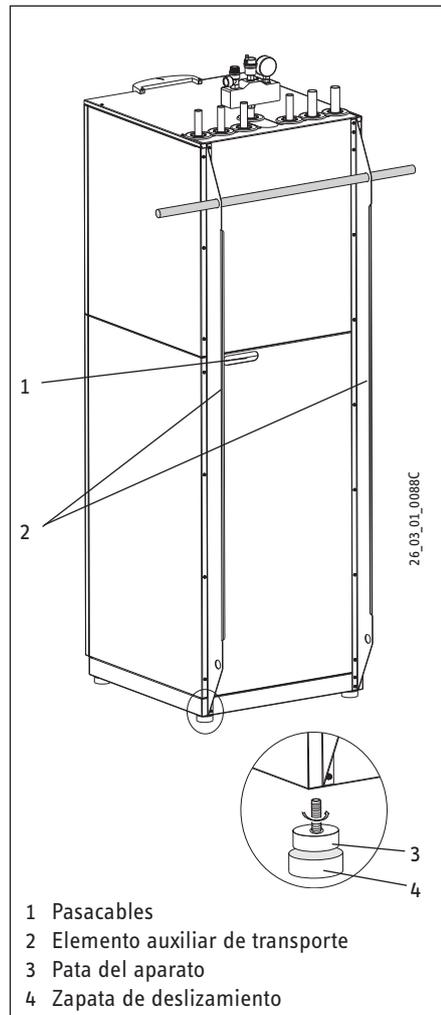

Fig. 11
Para que el aparato permanezca protegido frente a posibles daños deberá transportarse en posición vertical, en el interior de su embalaje. En caso de espacio de transporte restringido, el aparato puede transportarse inclinado, en posición diagonal, aunque sin superar la inclinación de 45°. La chapa acodada de la parte trasera del aparato sirve, en combinación con un tubo correspondiente, de medio auxiliar de transporte (Fig. 11). El almacenaje y el transporte a temperaturas inferiores a - 20 °C y superiores a + 50 °C no está permitido.
3. Antes de retirar el aparato de la paleta, retire las patas del aparato (3) en Fig. 11 del embalaje adjunto y atorníllelas a tope al aparato.
4. Retirar el aparato de la paleta y colocarlo. Para una colocación óptima, es posible utilizar las zapatas de deslizamiento (4) incluidas en el embalaje adjunto.
5. Retirar los elementos auxiliares de transporte (2).